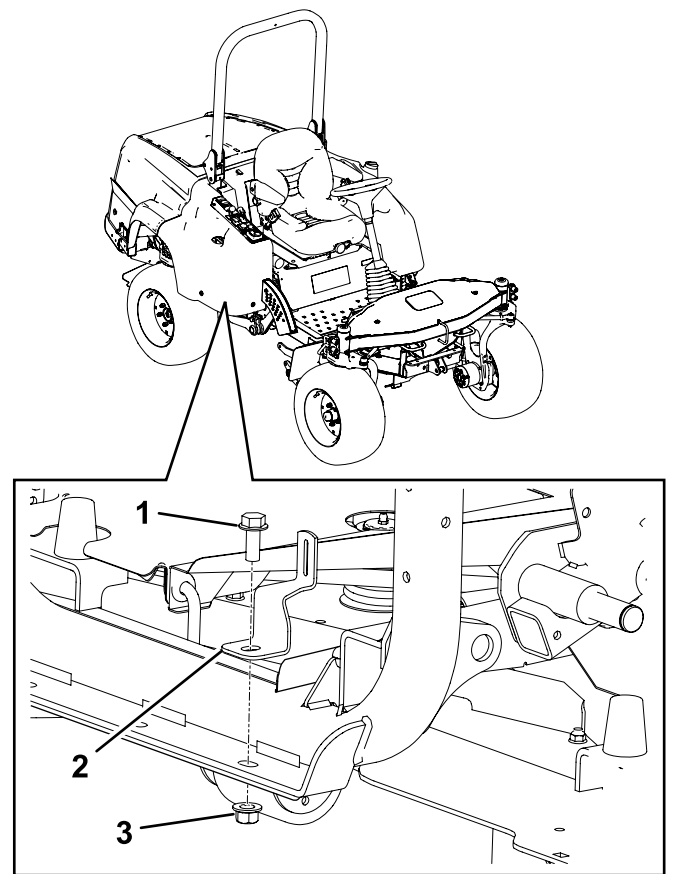

Figure 24
2. Fixez le support au côté droit du cadre avec l'écrou et le boulon retirés à l'opération précédente (Figure 24).